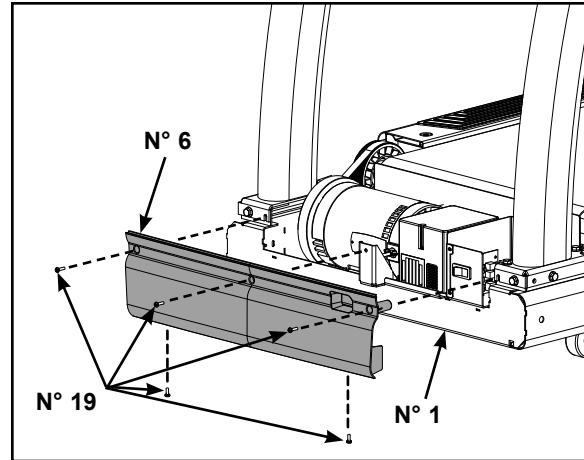

Figure 9
- A. Repérez le capot de moteur avant (n° 6) et cinq vis 10-32 x 0,75 (n° 19). Reportez-vous à la figure 9.
- B. À l'aide d'un tournevis Phillips, serrez partiellement le capot de moteur avant (n° 6) à la base (n° 1) au moyen des cinq vis 10 x -32 x 0,75 po (n° 19). Reportez-vous à la figure 9.